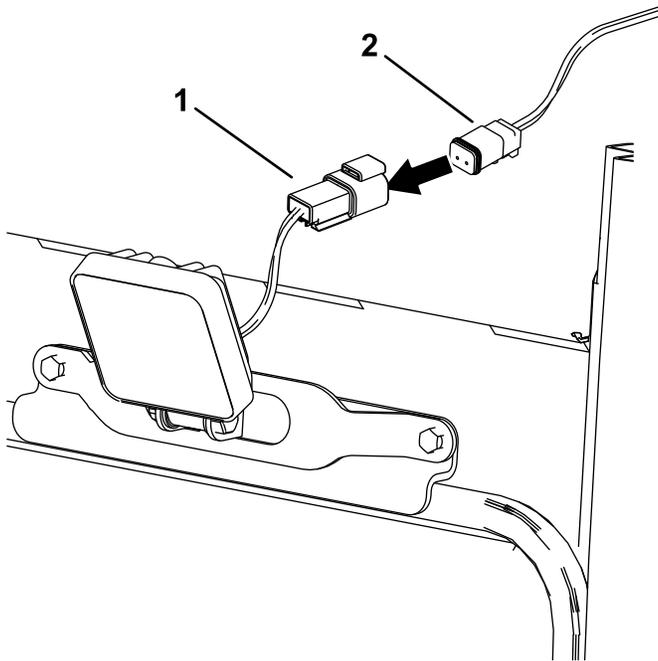

Figura 10
7. Ligue os conectores das luzes de trabalho às luzes de trabalho (Figura 10).